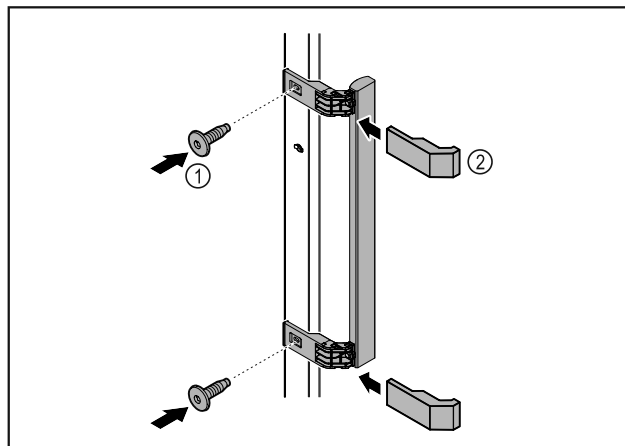

Fig. 8
- ▶ Madlo z přiloženého příslušenství upevněte na dveře pomocí přiložených šroubů Fig. 8 (1).
- ▶ Nasad'te kryt Fig. 8 (2).